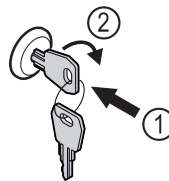

Fig. 95
- ▶ Dugja be a kulcsot Fig. 95 (1).
- ▶ Forgassa el a kulcsot 90°-kal az óramutató járásával megegyező irányba Fig. 95 (2).